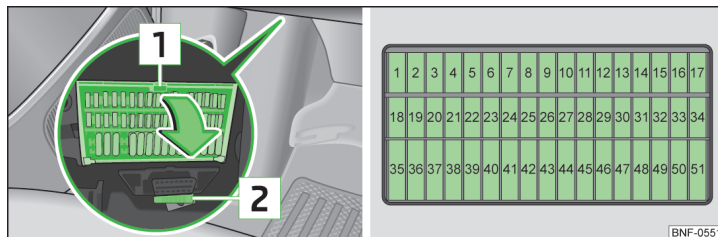

Bild 124 Säkringsbox/säkringar
Säkringarna finns under ratten på undersidan av instrumentpanelen » bild 124.
- Tryck på säkerhetsfliken  » bild 124.